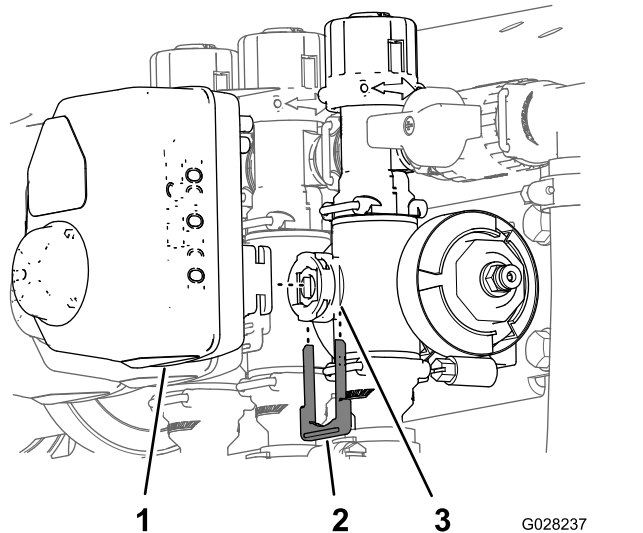

Bild 133
3. Entfernen Sie den Halter, mit dem der Aktuator am Verteilterventil für das Ventil für die Dosierungssteuerung, den Hauptausleger oder den Auslegerabschnitt befestigt ist (Bild 133).